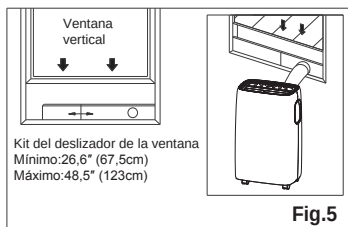

Fig.5
4. Poner el conector A en el kit y el sello del deslizador de la ventana. (Fig.5&6)